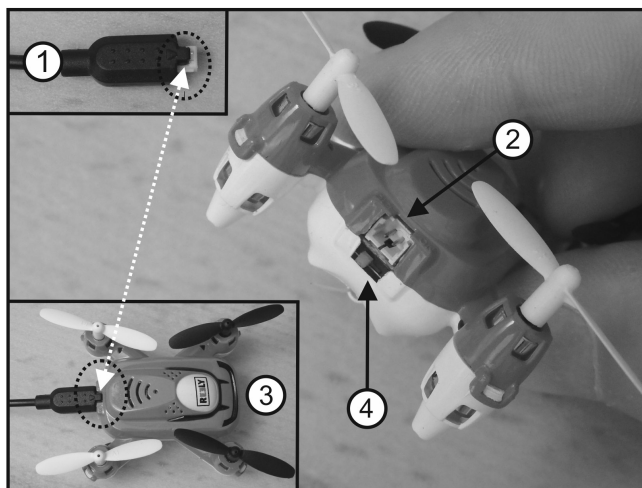

Figure 2
Reliez le connecteur du câble de charge USB (1) avec le connecteur de charge au dos du quadricoptère (2), selon la figure 2.
- Mettez maintenant le quadricoptère en marche (voir figure 2 n° 4). Les DELs du modèle commencent à clignoter en rythme rapide. Une fois l'émetteur et le quadricoptère connectés l'un avec l'autre avec succès, toutes les DELs s'allument en continu sur le quadricoptère.